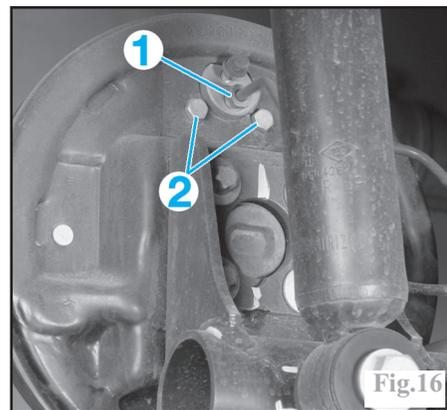

Fig.16
Dévisser le raccord de la canalisation de frein (1) sur le cylindre récepteur (Fig.16).